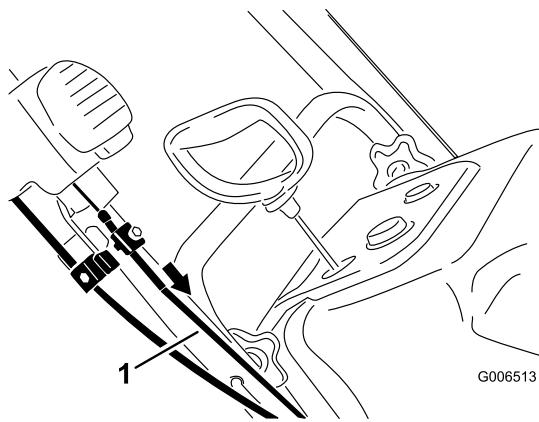

Рисунок 43
- Потяните вперед оболочку верхнего троса так, чтобы устраниить провисание троса, и затем надежно затяните винт зажима верхнего троса (Рисунок 43).